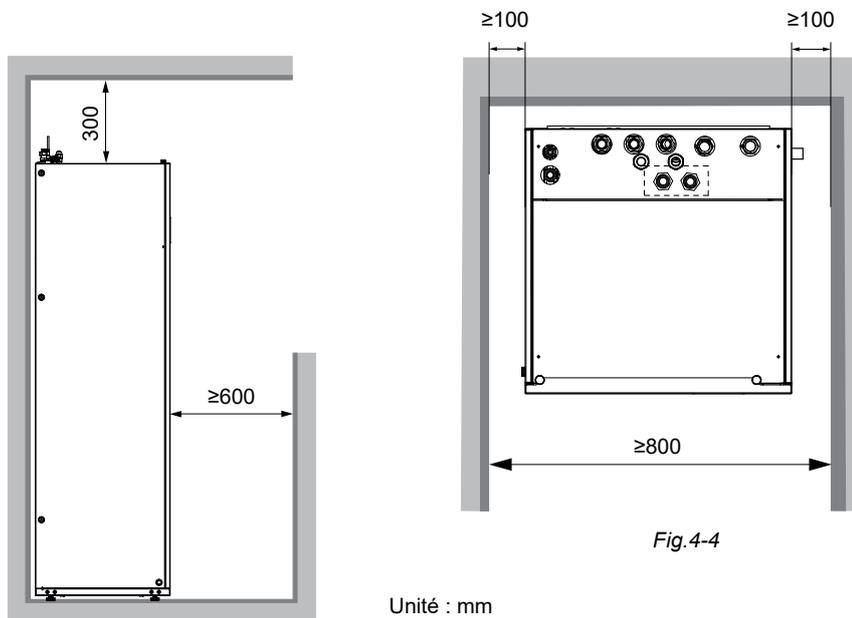

Fig.4-4
- L'espace autour de l'appareil est suffisant pour les manipulations d'entretien (voir Fig.4-4).